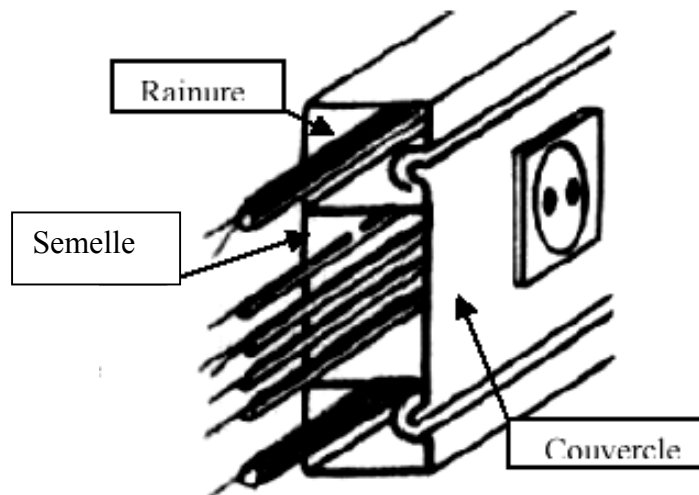

Figure 1.13 Goulotte à parois pleines
b) **La goulotte plastique :** (voir figure 1.13)